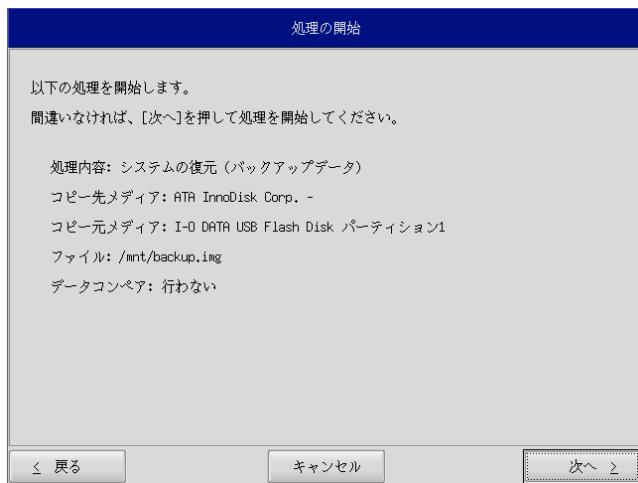

図 5-3-6. 確認画面
- ⑪ 確認画面（図 5-3-6）が表示されます。メディア、パーティション、保存ファイルを確認します。[次へ]ボタンを押します。